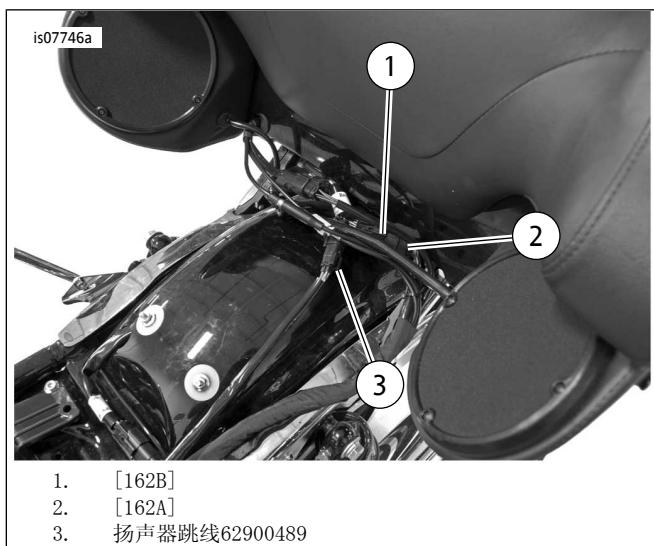

图12。后音箱互连
- 参见图12。配有SiriusXM的车型：使用该套件中的支架并遵循其说明重新定位SiriusXM天线。安装主保险丝并检查收音机是否工作。